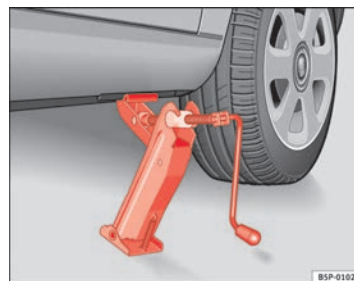

Fig. 179 Colocación del gato
- Posicione el gato de modo que su garra envuelva el nervio del larguero inferior y que la placa base móvil se apoye plana sobre el suelo ⇒ **página 268, fig. 179.**